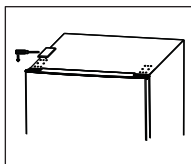

Рисунок 29
11. С помощью отвертки подденьте, а затем снимите крышку шарнирного отверстия (рис. 29).